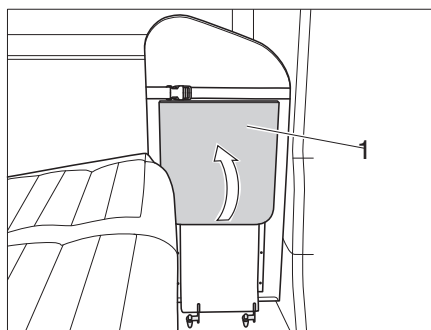

Fig. 31 Ribaltare la base
- Ruotare la base (Fig. 31, 1) verso l'alto fino all'aggancio del supporto.